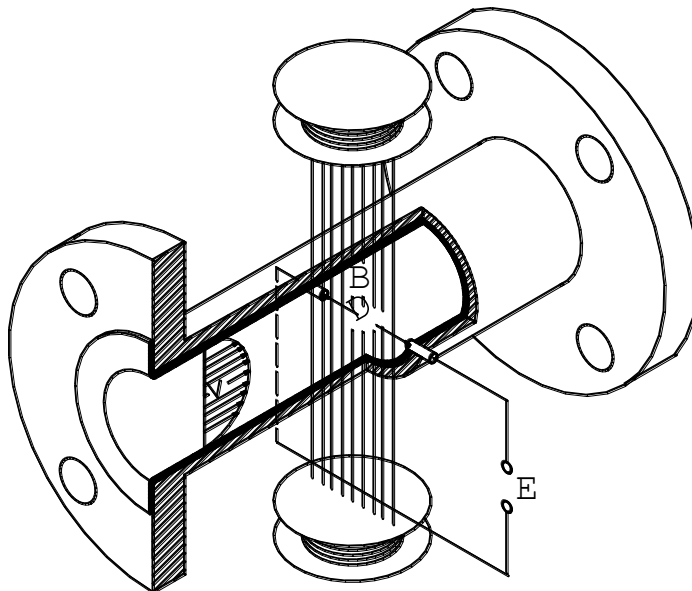

Рисунок 4.1
4.1.1 Принцип действия расходомера основан на явлении электромагнитной индукции (см. рисунок 4.1).
4.2.3 ППР представляет собой отрезок трубопровода из немагнитного материала (см. рис.4.1), внутренняя поверхность которого футерована диэлектриком (фторопластом). В диаметрально противоположных стенках трубопровода установлены два электрода, контактирующие с измеряемой средой и предназначенные для съёма ЭДС индукции (Е). Благодаря такой конструкции ППР расходомер вносит минимальное гидравлическое сопротивление в поток жидкости. Магнитная система ППР состоит из двух последовательно включённых катушек возбуждения и магнитопровода. ЭДС индукции усиливается в блоке аналоговой обработки ПМ, преобразуется в цифровую форму и поступает затем в блок цифровой обработки сигнала. Блок аналоговой обработки сигнала также формирует ток, поступающий на катушки возбуждения магнитной системы ППР.